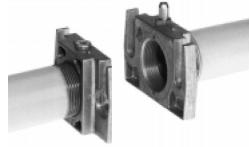

Fig. 7
3. Extraer el GasMultiBloc entre las bridas roscadas (Fig. 7).